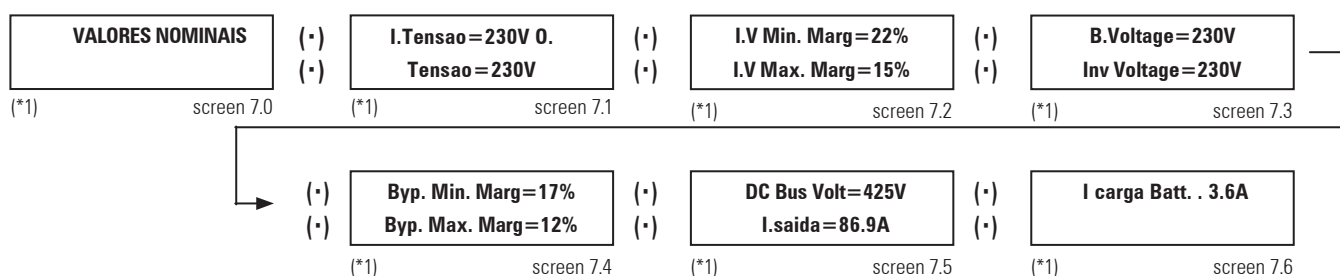

Fig. 50. Tela 7.0 «Valores nominais» e seus submenus.
7.3.8. Telas de valores nominais (tela do menu 7.0). Ver Fig. 50.